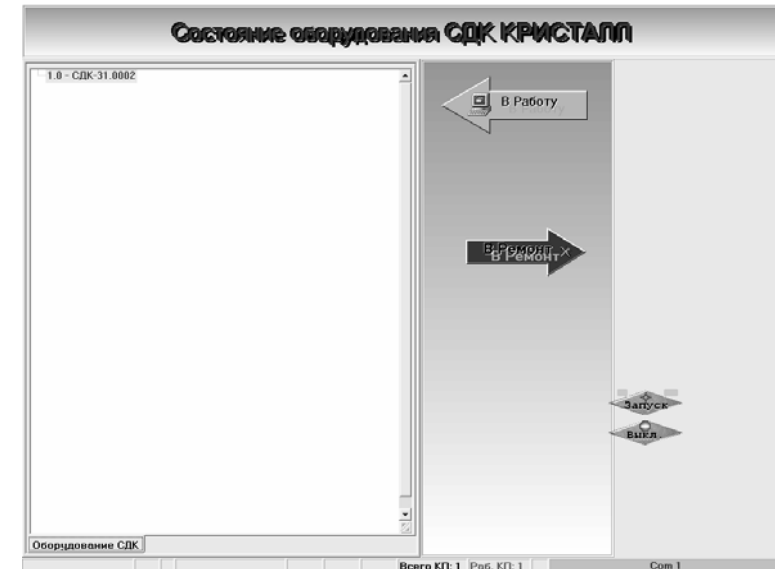

Рис.23. Вид панели СИГНАЛЫ при получении сигнала от блока контроля
6. Получено голосовое сообщение «Нет связи с КП», на экране монитора появилась панель СИГНАЛЫ, общий вид которой представлен на Рис.23.